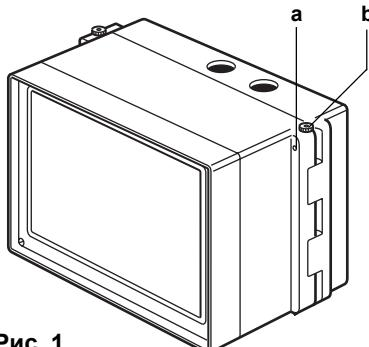

Рис. 1
1. Отдайте винты 'a' (Рис. 1).